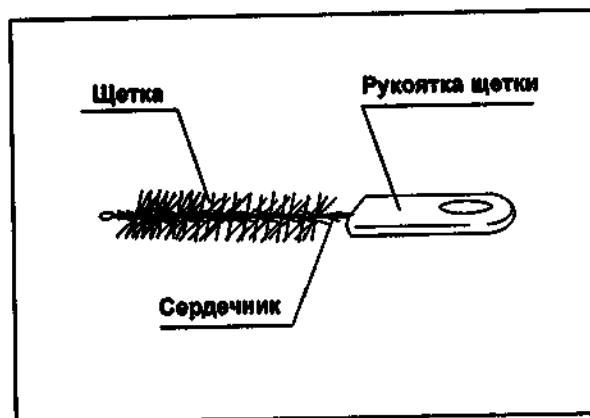

Рисунок 7.4
Щетка предназначена для очистки внешней и внутренней поверхностей интродьюсера для введения в троакар (см. рис. 7.4).
1. Проверьте головку щетки на предмет плохо держащихся или отсутствующих щетинок (см. рис. 7.4).